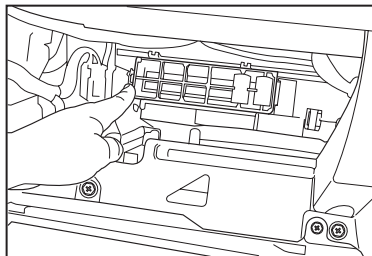

fig. 2
3. Enlever le couvercle du filtre à air pour habitacle et, ensuite, retirer l'assemblage du filtre du réceptacle de la soufflante. (voir fig. 2)